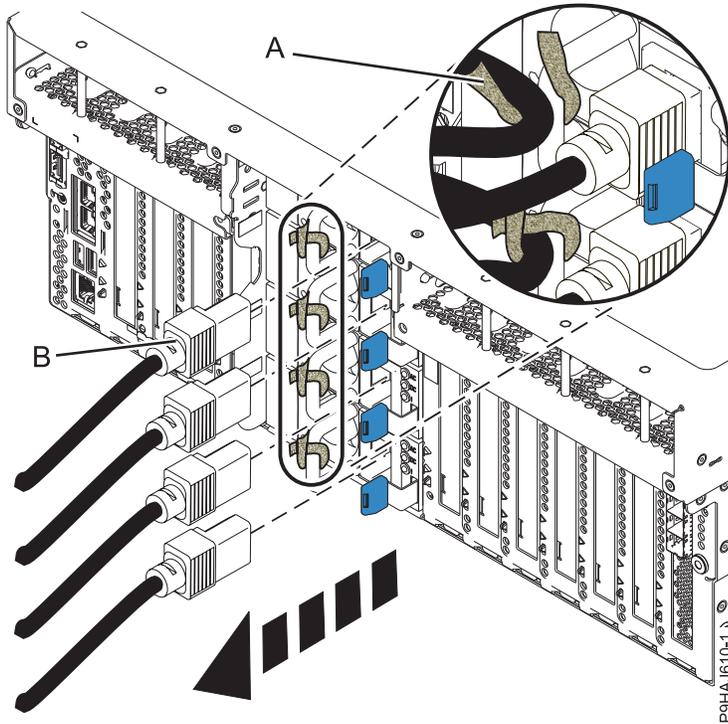

Figure 72. Retrait des cordons d'alimentation d'un serveur monté en armoire
3. Étiquetez et déconnectez les cordons d'alimentation de l'unité centrale. Voir figure 72, à la page 94 ou figure 73, à la page 95.